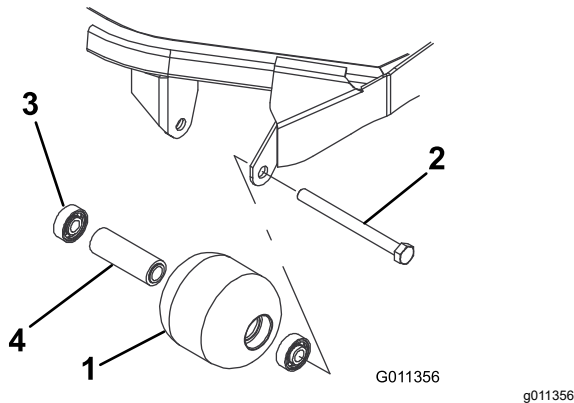

Figura 74
1. Retire el perno de montaje del rodillo (Figura 74).
4. Inspeccione el alojamiento del rodillo, los cojinetes, y el espaciador del cojinete (Figura 74) Sustituya cualquier componente dañado y vuelva a ensamblar el conjunto.
1. Introduzca a presión el primer cojinete en el alojamiento del rodillo (Figura 74). Haga presión solamente sobre el anillo de rodadura exterior, o de forma igual sobre el anillo exterior y el interior.
2. Introduzca el espaciador (Figura 74).
3. Introduzca a presión el segundo cojinete en el alojamiento del rodillo (Figura 74) haciendo presión igualmente sobre el anillo de rodadura interior y el exterior hasta que el anillo de rodadura interior entre en contacto con el espaciador.